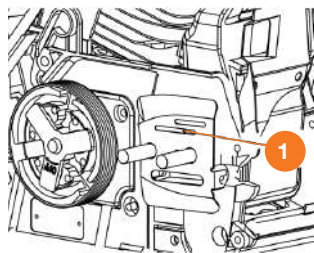

Рис. 18
Для предотвращения работы бензопилы без подачи масла на шину, регулярно, после каждого использования, очищайте выходное отверстие ❶ подачи масла (Рис. 18). Следите за тем, чтобы шина после установки плотно прилегала к выходному отверстию.